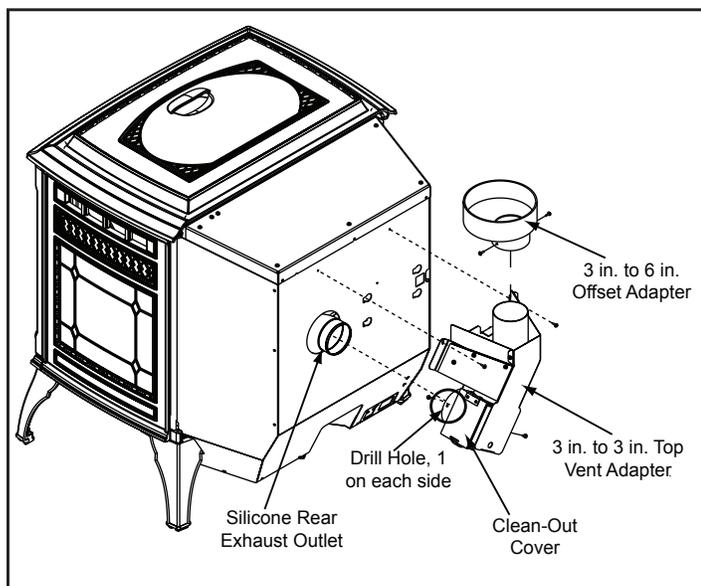

Figure 20.1
1. Enduisez la sortie d'air de 76 mm (3 po) d'une couche de silicone haute température. **Ne pas mettre de silicone à l'intérieur du tuyau. Figure 20.1**
2. Glissez l'adaptateur supérieur de ventilation sur la sortie d'air arrière et réglez l'ensemble à la verticale, jusqu'à ce que le haut du conduit de cheminée soit centré et à niveau. **Figure 20.1**